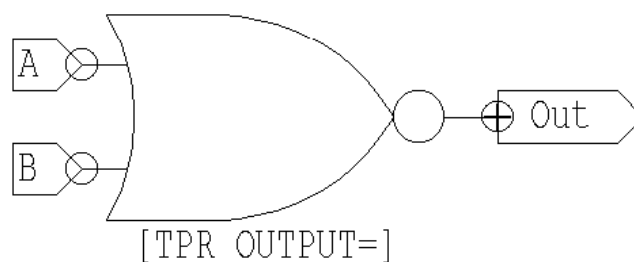

Рис. 10. УГО компонента ИЛИ-НЕ
2. Выберите символьный режим (View\Symbol Mode), в котором можно увидеть УГО компонента (рис. 10).